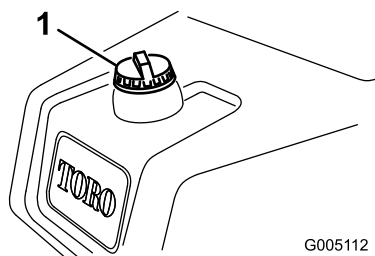

Bild 30
1. Reinigen Sie den Bereich um den Tankdeckel (Bild 30).